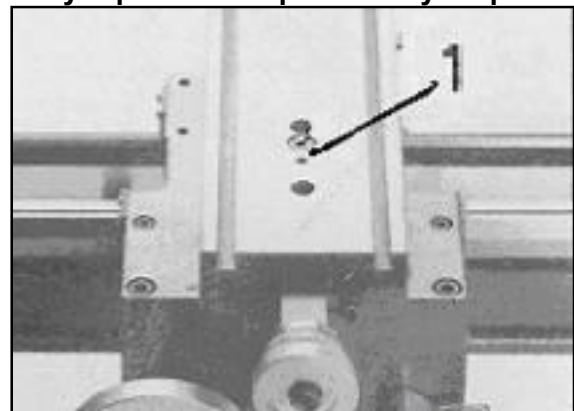

Рис. 29
Снимите верхний суппорт и отрегулируйте резьбовой штифт (1, *Рис. 29*) таким образом, чтобы винт был снова без зазора соединен с гайкой.
Открутите две гайки (1, Рис.29) справа на фартуке суппорта и отрегулируйте установочный винты (2) таким образом, чтобы половинки гайки ходового винта без зазора были расположены в своих направляющих. Закрутите гайки и винты.